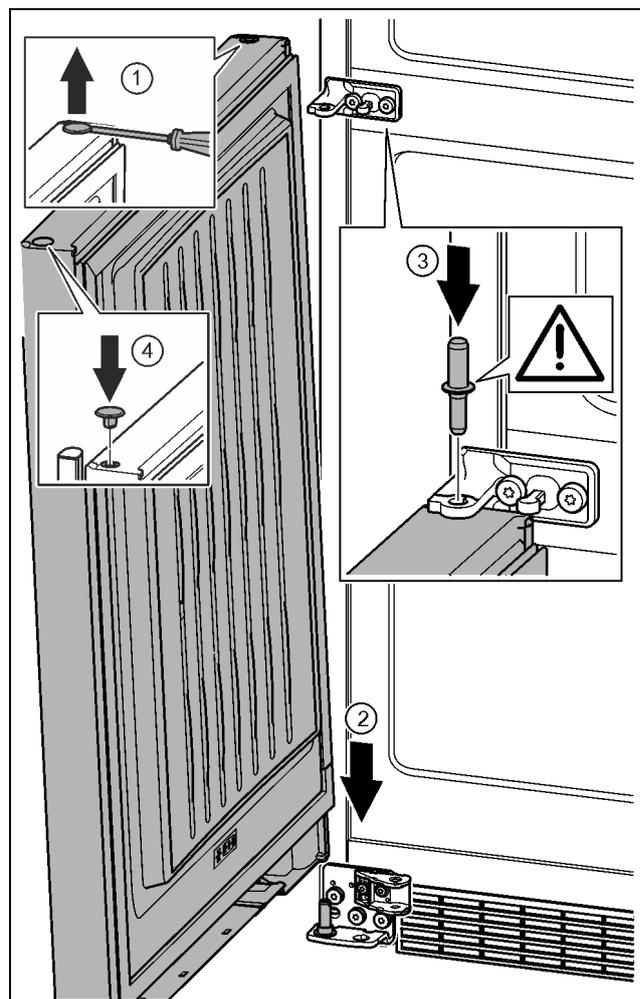

Fig. 35
- ▶ Con un cacciavite sollevare con attenzione i tappi ed estrarli. *Fig. 35 (1)*
- ▶ Appoggiare la porta dall'alto sul perno di supporto inferiore. *Fig. 35 (2)*
- ▶ Inserire il perno di supporto centrale attraverso il blocco di supporto centrale nella porta inferiore. Prestare attenzione che l'arresto sia rivolto verso il lato posteriore. *Fig. 35 (3)*
- ▶ Inserire nuovamente i tappi sull'altro lato della porta. *Fig. 35 (4)*